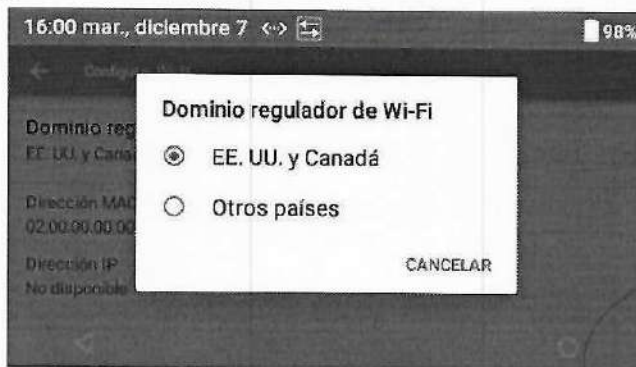

Figura 28: Dominio regulador de Wi-Fi
- 4 En el cuadro de diálogo (Figura 28), seleccione la opción apropiada: